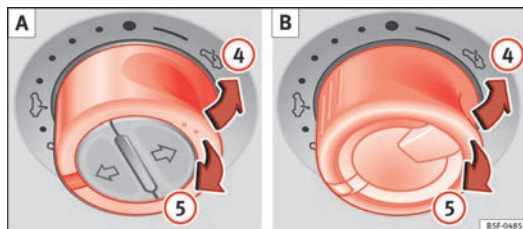

Fig. 63 En el revestimiento interior del techo (variantes A y B): pulse el conmutador y tire de él para levantar y cerrar el techo.
⇒ fig. 63 A o B
- *Techo panorámico corredizo*: Durante los 5 segundos siguientes tras dispararse la función antiaprisionamiento, mantenga el mando tirado hacia atrás ⇒ fig. 63 (flecha ⑤) hasta que el techo panorámico corredizo quede completamente cerrado.